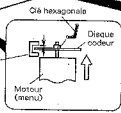
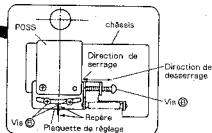
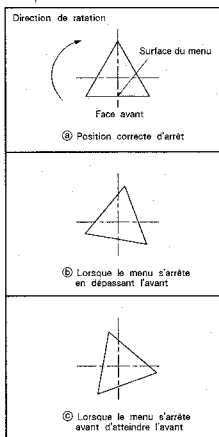

Fig. 7-2
Fig. 7-3
Fig. 7-4
- Desserrer la vis ② maintenant le disque codeur en utilisant la clé hexagonale.
- Desserrer la vis ③ maintenant la plaquette de réglage.
- (1) Régler le jeu entre le disque codeur et le photointerrupteur du moteur (menu) à 1:1.5 mm. (Fig. 7-2)
- (2) Fixer la vis du disque codeur en la serrant à l'aide d'une clé hexagonale.
- (3) Tourner la vis ④ de manière à ce que le repère ciselé sur la plaquette de réglage soit alignée avec le châssis. Puis, serrer temporairement la vis ⑤.
- (4) Pousser la touche ROTATE MENU sur le panneau avant de l'appareil principal de manière à faire tourner le menu. Effectuer, ensuite, les réglages suivants en fonction des conditions. (Fig. 7-3)
- Desserrer la vis ⑤, puis serrer la vis ⑥ en la tournant dans le sens des aiguilles d'une montre.
- Desserrer la vis ⑤, puis tourner la vis ④ dans le sens contraire des aiguilles d'une montre pour la desserrer.
- (5) Tourner le menu de nouveau, et serrer fermement la vis ⑤ lorsqu'il s'arrête en dirigeant ses surfaces vers l'avant. (Fig. 7-4 ③)
- (6) Finalement, tourner le menu et vérifier qu'il s'arrête en dirigeant toutes ses trois surfaces vers l'avant à chaque rotation de 120°.